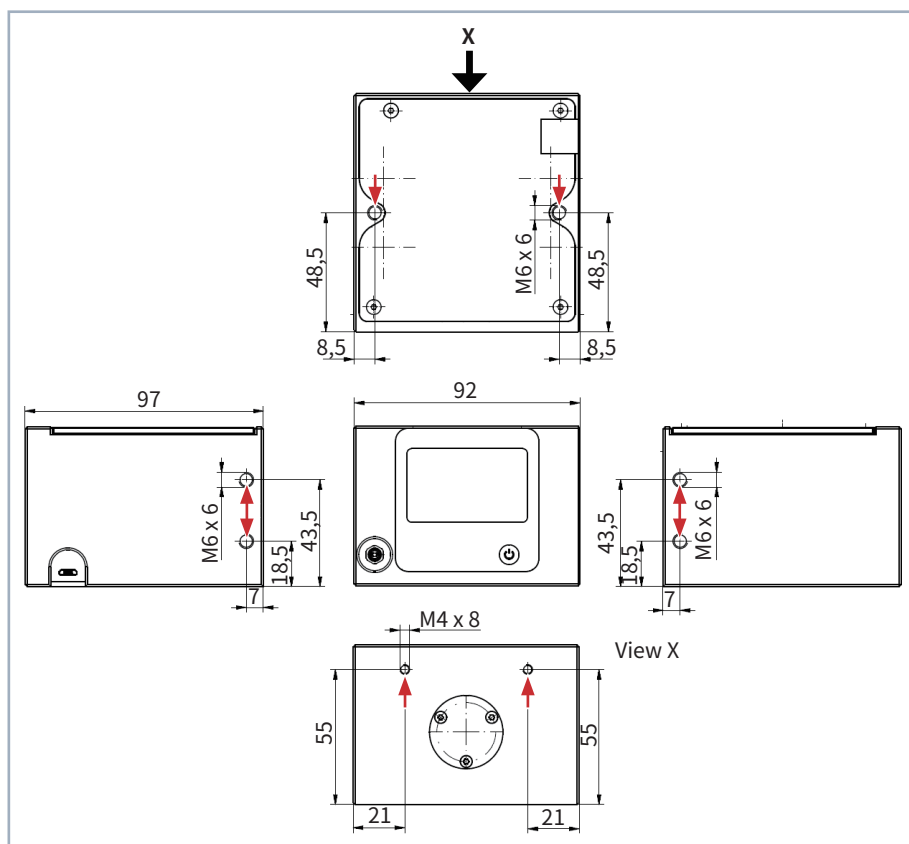

図8.2 Cube Lハウジングへの取り付け穴
2. 16ページ図8.2に示すように、取り付けねじでデバイスを取り付けます。
3. 取り付け穴から取り付けねじを外します (16ページ図8.2を参照)